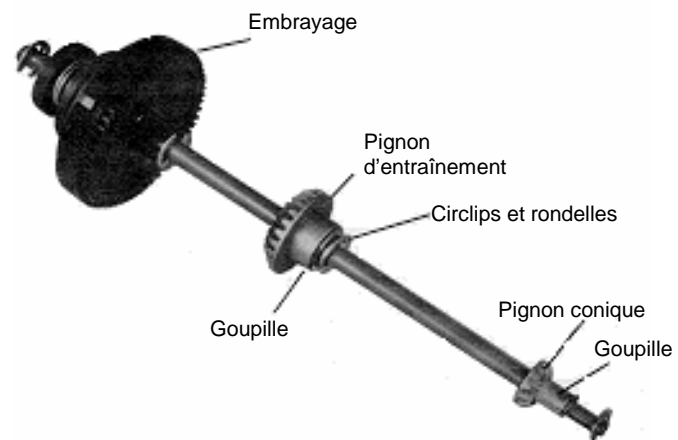

Figure 10. Ensemble axe d'embrayage
1. Remplacement des pièces de l'axe d'embrayage. Voir figure 10.